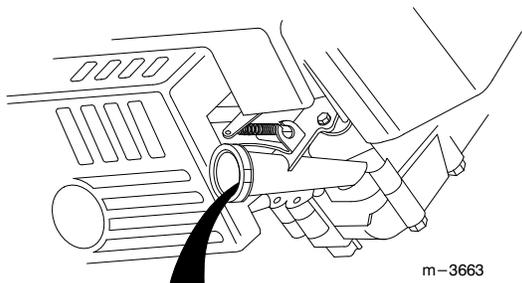

Figure 19
6. Basculer la tondeuse du côté gauche et laisser l'huile s'écouler dans le bac de vidange (Fig. 19).